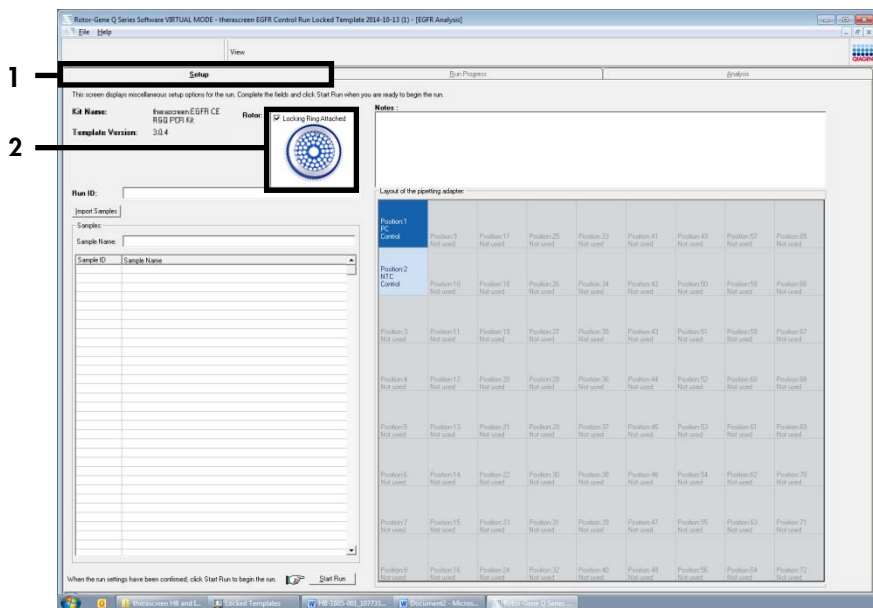

Abbildung 2. Registerkarte „Setup“ (Konfiguration) (1) mit dem Kontrollkästchen „Locking Ring Attached“ (Schließring angebracht) (2)
13. Standardmäßig wird die Registerkarte „Setup“ (Konfiguration) angezeigt (siehe Abbildung 2). Vergewissern Sie sich, dass der Schließring richtig angebracht ist, und aktivieren Sie dann das Kontrollkästchen „Locking Ring Attached“ (Schließring angebracht). Schließen Sie den Deckel des Rotor-Gene Q MDx Instruments.